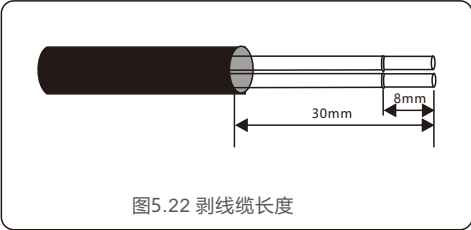

图5.22 剥线缆长度
- 1. 利用剥线钳，将通信线缆的钢铠和线芯的绝缘层，剥去适合的长度。(如图5.22所示)。